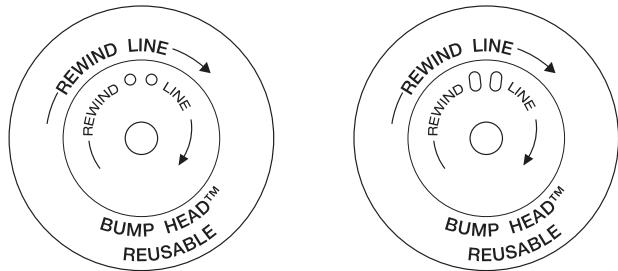

Fig. 17
**NOTE :** Le Split-LineMC peut être utilisé seulement avec le moulinet intérieur à trous allongés. Le fil simple peut être utilisé avec les deux sortes de moulinet intérieur. Identifiez votre type de moulinet en vous référant à la figure 17.